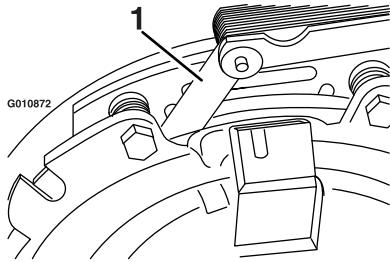
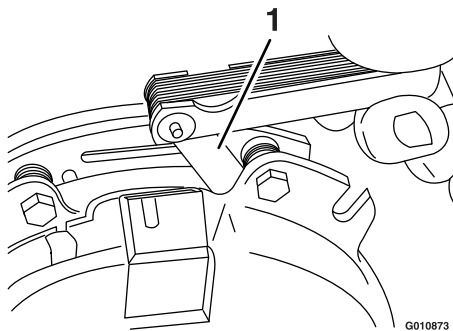

Figure 69
Figure 70
- E. A l'aide d'une jauge d'épaisseur de 0,25 mm (0,01 po), vérifiez qu'il existe un entrefer entre le rotor et la face de l'induit, de chaque côté du pôle de frein, comme montré à la Figure 69 et la Figure 70.